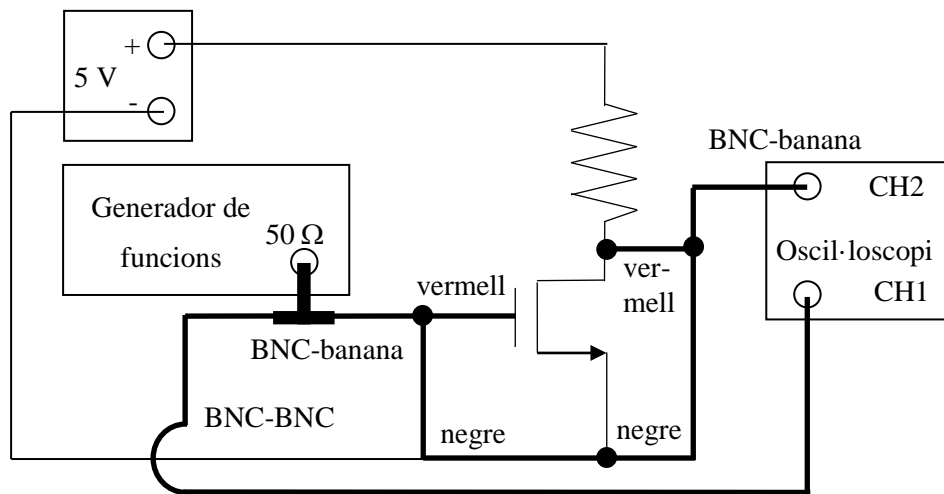

Figura 13
3. Munteu el circuit de la figura 13 en el tauler de connexions utilitzant la resistència de **1 k $\Omega$**  i un dels **NMOS IRF840**. Connecteu la font de tensió contínua a la font del NMOS (born negatiu) i la resistència (born positiu) amb dos cables banana-banana. Connecteu el generador de funcions a la porta i la font, utilitzant un cable BNC-banana, endollant la part BNC a l'altra pota de la T, la banana vermella a la porta i la negra a la font del NMOS. La sortida es visualitzarà al **canal II** de l'oscil·loscopi. Per això utilitzareu un altre cable BNC-banana amb la part BNC endollada al canal II, la banana negra a la font i la vermella al drenador. Activeu el **mode DC del canal II**. Poseu els coeficients de deflexió dels dos canals a **1 V/div**. Poseu en marxa la font de tensió contínua i **apliqueu un senyal de 5 V**. Observeu que si premeu el botó **DUAL** de l'oscil·loscopi, i moveu el control **Y-POS. II (POSITION 2)**, veureu com el transistor inverteix el senyal.